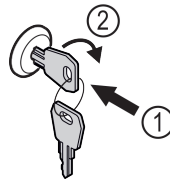

Fig. 176
- ▶ Вдавити ключ. Fig. 176 (1)
- ▶ Повернути ключ на 90° за годинниковою стрілкою. Fig. 176 (2)